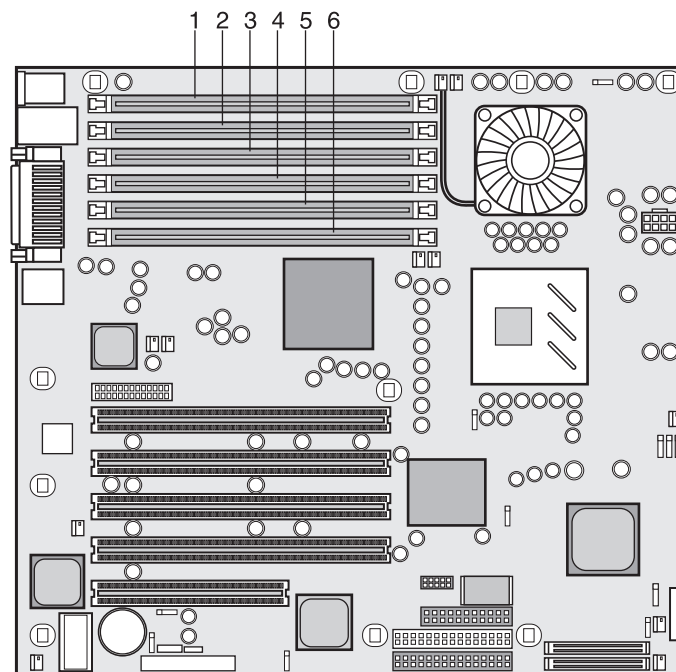

Figura 2-11. Ubicazioni dei moduli DIMM sulla scheda di sistema
4. Selezionare uno slot DIMM per il modulo desiderato. Fare riferimento alla figura 2-11.